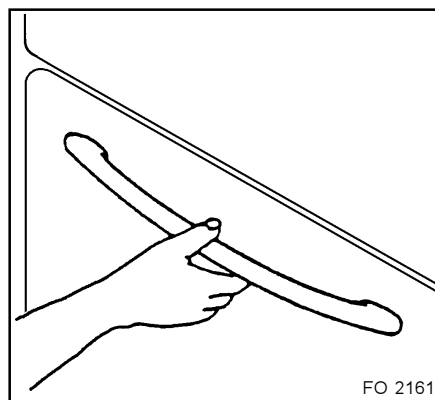

Fig. 6
**Pour ouvrir la porte du four, empoignez toujours la poignée au centre (fig. 6).**